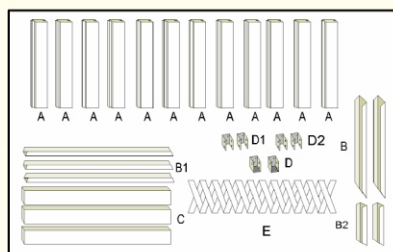

Rys.29
- uskoki górnego poziomu słupków należy rozmieścić tak, aby segment ogrodzenia zamocowany na wyższym słupku blisko gruntu nie wystawał poza górną krawędź słupka niższego (w przypadku dużych uskoków należy zamówić słupki o większej długości) Rys.29